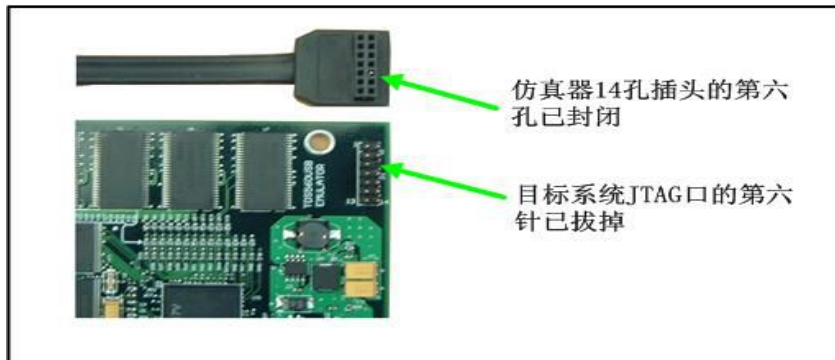

图 6-1
- 请注意正确连接 JTAG 电缆，该电缆接错可能会导致仿真器或目标系统永久损坏；仿真器插头的第六孔已经封闭，目标系统 JTAG 插针的第六针应该拔掉（图 6-1）。如果不能确定接插件的连接方向，请与您的经销商联系或查询我们的网站中的相关信息。